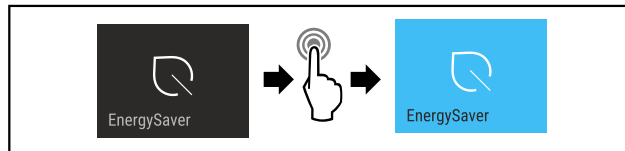

Fig. 14
- Ejecutar los pasos (consulte Fig. 14).